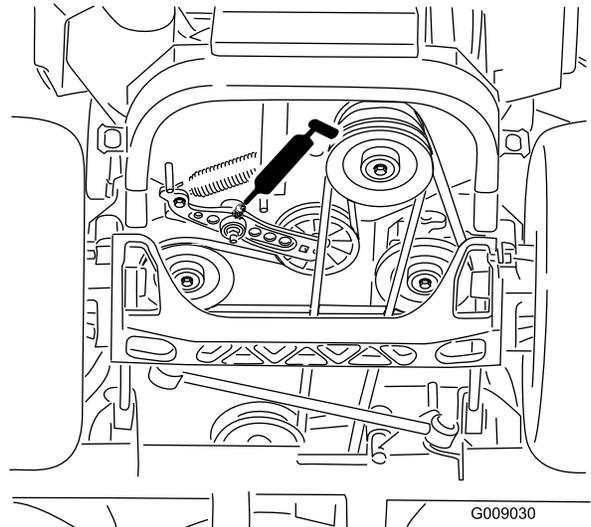

Figura 42
5. Engrase el brazo tensor de la correa de la carcasa (Figura 42).